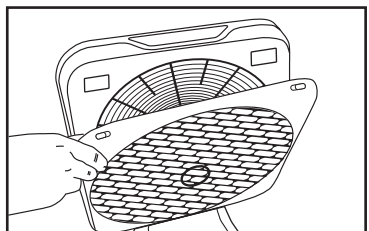

Fig. 15
2. Tirer la grille vers l'extérieur jusqu'à ce que les languettes, au bas de la grille, glissent aisément hors de l'appareil. Voir Fig. 15 et 16